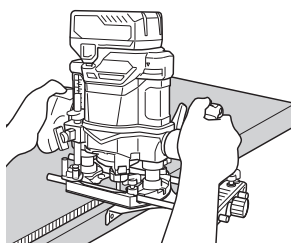

Fig. 23
- (1) Inserte una barra guía en cada orificio del soporte de barra, luego apriete suavemente los 2 pernos de alas (A) en la parte superior del soporte de barra.
- (2) Inserte una barra guía en cada orificio de la base, luego apriete con firmeza los pernos de aleta (A) (accesorios estándar).
- (3) Utilice el tornillo de alimentación para realizar ajustes precisos de las dimensiones entre la broca y la superficie de la guía y, a continuación, apriete firmemente los 2 pernos de alas (A) de la parte superior del sujetador de la barra y el perno de alas (B) de fijación de la guía recta.
- (4) Como se muestra en la Fig. 23, asegure firmemente la parte inferior de la base a la superficie procesada de los materiales. Haga avanzar la fresadora mientras mantiene el plano de la guía sobre la superficie de los materiales.